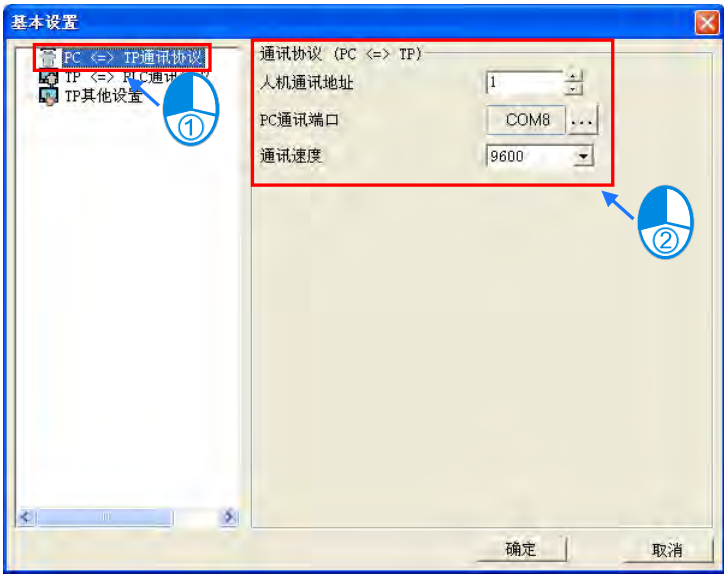

图 3-13 基本设置窗口
用于设置人机的各项设置，包括「PC<=>TP通讯协议」、「TP<=>PLC通讯协议」、「TP其它设置」等功能，不同机种可设置的项目不同。单击 **工具 (I) > 基本设置 (B)**，如图 3-13。
- PC<=>TP 通讯协议 :设置 TP 人机与计算机之间的通讯相关设置「**人机通讯地址**」可设为 0~255，须与所连接的 TP 人机通讯地址一致，才能传输数据；「**PC 通讯端口**」可由目前 PC 连接之 COM 端口来选择，「**通讯速度**」9600~115200 bps，如图 3-13。